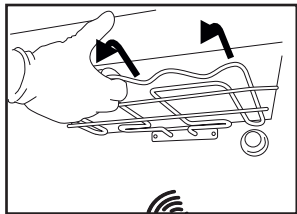
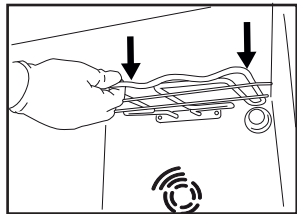

Fig. 1
Fig. 2
2. Dra ut värmeelementet en aning (Fig. 1) och sänk det (Fig.2).